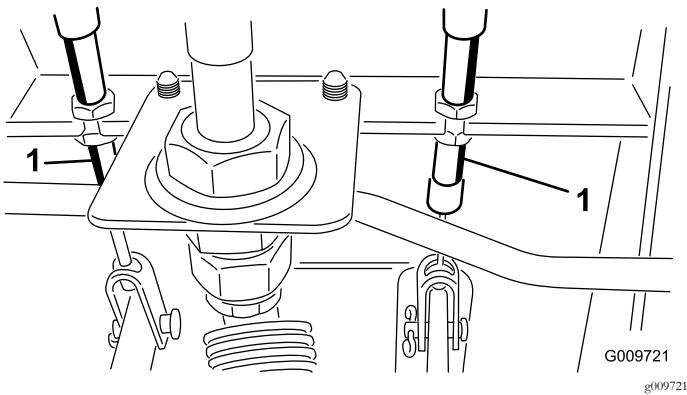

Figure 64
- A. Desserrez l'écrou avant sur l'extrémité filetée du câble de frein (Figure 64).